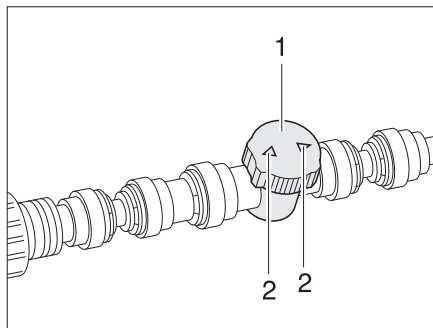

Fig. 121 Régulateur de l'échauffement du plancher
- Régler le régulateur (Fig. 121,1) sur le débit désiré (débit max. = flèche (Fig. 121,2) dans le sens de la conduite).
- Tourner le régulateur (Fig. 121,1) de sorte que la flèche (Fig. 121,2) se trouve en travers de la conduite de chauffage.